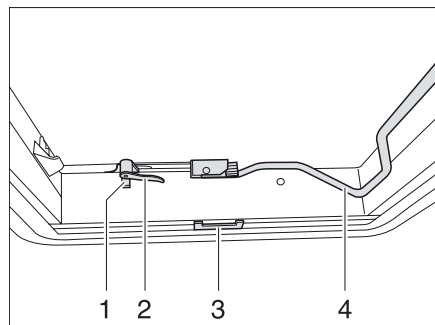
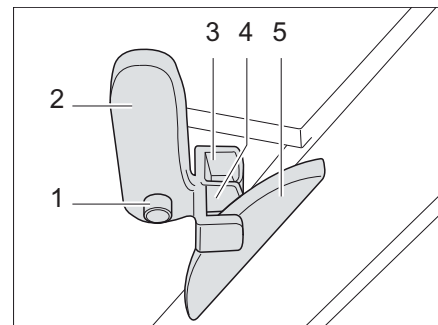

Fig. 50 Lanterneau Heki, fermé
Fig. 51 Lanterneau Heki en position de ventilation 1
- Appuyer sur le bouton de sûreté (Fig. 50,1) et tourner d'un quart de tour vers l'intérieur le levier de verrouillage (Fig. 50,2).
- Tirer l'étrier (Fig. 50,4) vers le bas, hors du dispositif de blocage.
- Tourner le levier de verrouillage (Fig. 50,2 et Fig. 51,2) d'un quart de tour. Le nez du dispositif de verrouillage du toit (Fig. 51,5) doit s'enclencher dans la fourche de verrouillage (Fig. 51,3).
- Enfoncer le bouton de sûreté (Fig. 51,1) et remettre le levier de verrouillage (Fig. 51,2) dans sa position initiale. Le nez du dispositif de verrouillage du toit (Fig. 51,5) doit s'enclencher dans la fourche de verrouillage (Fig. 51,4) inférieure.